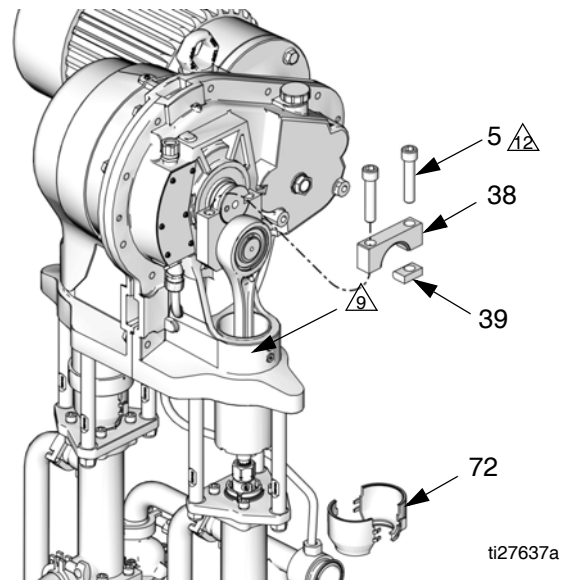

Fig. 17. Rimuovere il cappuccio del braccio di manovella
5. Appoggiare uno straccio pulito sulla sommità del cilindro del cursore (2) per evitare che la sporcizia cada nel gruppo a cursore durante lo smontaggio.
6. Rimuovere la protezione a 2 articoli (72) inserendo un cacciavite direttamente nel foro e utilizzandolo come leva per sbloccare la linguetta. Ripetere l'operazione per tutte le linguette. **Non** utilizzare il cacciavite per fare leva sulle protezioni per aprirle.
7. Inserire la chiave da 3/4" sulle facce di presa del pistone a cursore (9) (appena sopra il dado di accoppiamento), per mantenere fissi il pistone a cursore/biella quando si sta allentando il dado di accoppiamento (14). Orientare la chiave di modo che sia serrata contro uno dei tiranti (3). Applicare una forza eccessiva sul pistone a cursore/biella può ridurre la durata del cuscinetto dello spinotto del pistone.
8. Usando una chiave aperta da 1-5/8" svitare il dado di accoppiamento (14) dal pistone collegato alla biella (9) e farlo scorrere verso il basso contro la biella della pompa. Fare attenzione a non allentare i collari (13).
9. Vedere FIG. 17. Usando una chiave esagonale 1/2", svitare le due viti del cappuccio (5). Rimuovere il cappuccio della manovella (38) e la chiavetta (39). Se necessario, usare un martello di plastica per staccare queste parti.
14. Far scorrere il pistone (9) e la biella (7) nel cilindro (2).
15. Posizionare la manovella (4) per impegnare l'albero di uscita (OS) e farla girare verso la parte bassa dell'albero di uscita.
16. Appoggiare uno straccio pulito sopra il cilindro della biella (2) per evitare che dei materiali di scarto cadano nel gruppo biella durante il rimontaggio.
17. Vedere FIG. 17. Applicare lubrificante antigrippaggio (LPS®-04110 o equivalente) alle filettature delle viti a brugola (5). Installare la chiavetta (39), il cappuccio della manovella (38) e le viti del cappuccio (5), orientate come illustrato. Mentre la vite lato gioco è ancora allentata, serrare la vite lato chiavetta a una coppia di 283-310 N•m (210-230 ft-lb). Quindi serrare la vite lato gioco a una coppia di 283-310 N•m (210-230 ft-lb). Serrare le viti per altre 2-3 volte ciascuna o finché non smettono di girare se serrate a 283-310 N•m (210-230 ft-lb).
18. Accertarsi che i collari (13) siano in posizione sul dado di accoppiamento (14).
19. Inserire la chiave da 3/4 in. sulle facce di presa del pistone a cursore (9) per mantenerlo fisso quando si sta serrando il dado di accoppiamento (14). Orientare la chiave affinché sia serrata contro uno dei tiranti (3) o contro il supporto della pompa. Serrare il dado di accoppiamento (14) sul pistone a cursore (9) con una coppia di 102-108 N•m (75-80 lb-ft).
20. Montare le protezioni (72) inserendo i bordi inferiori con la scanalatura nel cappuccio della tazza bagnata. Agganciare insieme le due protezioni.
21. Rimuovere lo straccio. Reinstallare il coperchio (32 o 21) e le viti (12).